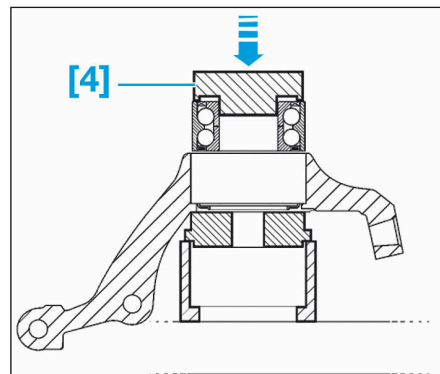

FIG.26
- [4]. Tube de 70 mm pour la repose du roulement (Fig.26).
- Prendre appui sur la bague extérieure du roulement avec l'outil [4] et emmancher le roulement dans le pivot à l'aide de la presse (flèche) (Fig.26).